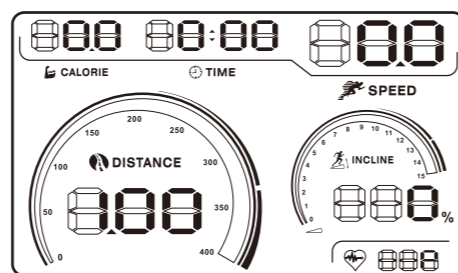

图29
- 在跑步机处于待机状态下，按2次面板上的 Training Prog键，此时屏幕上的距离窗口闪烁，默认的距离为1.00公里，请按SPEED（速度）的+（增加）/-（减少）键调整您的理想训练距离。（图29所示）。